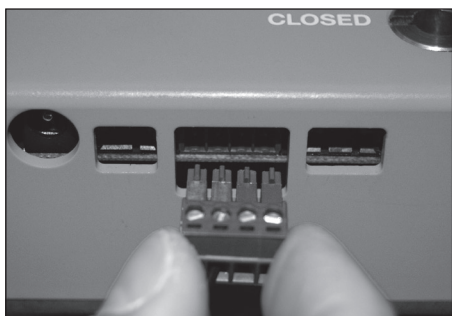

Figure 9
6. Retirer le bornier de la carte de circuit imprimé verte de l'unité de contrôle en tirant tout droit dessus. **Figure 9**